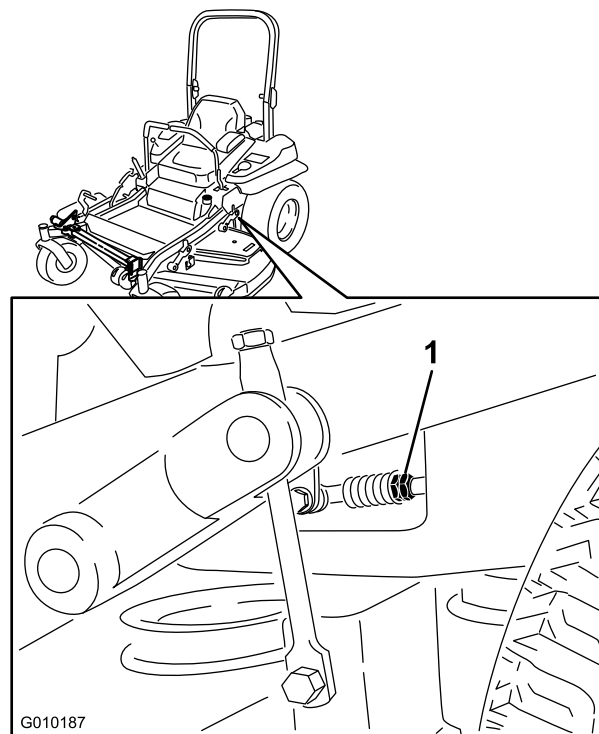

Figura 86
- Regolate la lunghezza dell'asta di controllo della pompa facendo girare nella direzione opportuna i due dadi sull'asta, finché le ruote si spostano leggermente indietro (Figura 86).